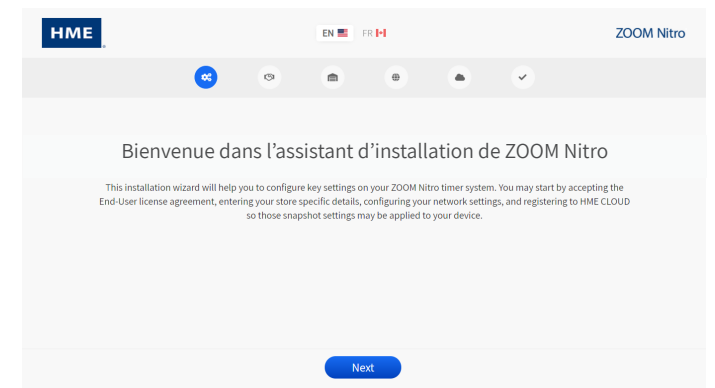

Fig. 2.4
- Lorsque vous démarrez le système pour la première fois, l'écran de l'assistant d'installation apparaît (voir Fig. 2.4).